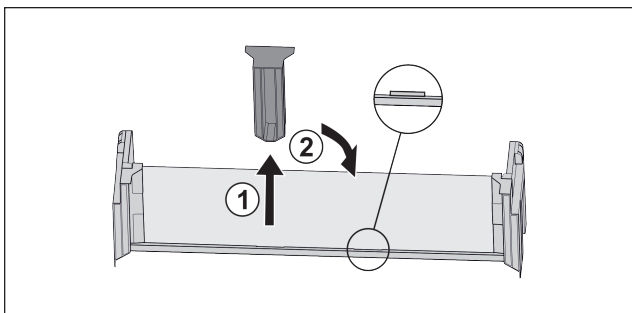

Fig. 110
- ▶ Снимите среднюю поддерживающую деталь Fig. 110 (1).
- ▶ Вставьте среднюю поддерживающую деталь во вторую позицию Fig. 110 (2).